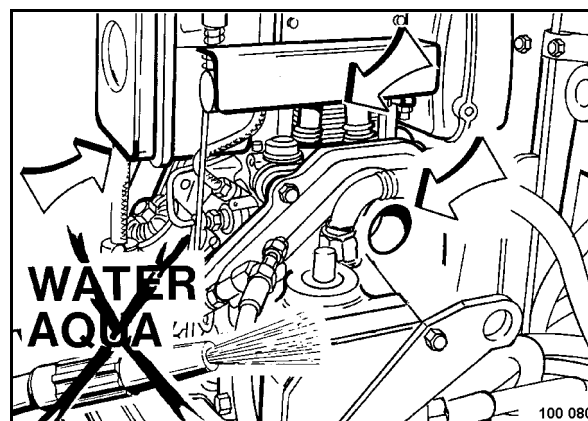

Рис. 66
- Разрыхлить засохшую грязь на всех ребрах охлаждения и отверстиях для всасывания охлаждающего воздуха с помощью подходящей щетки и прочистить сжатым воздухом (Рис. 66).